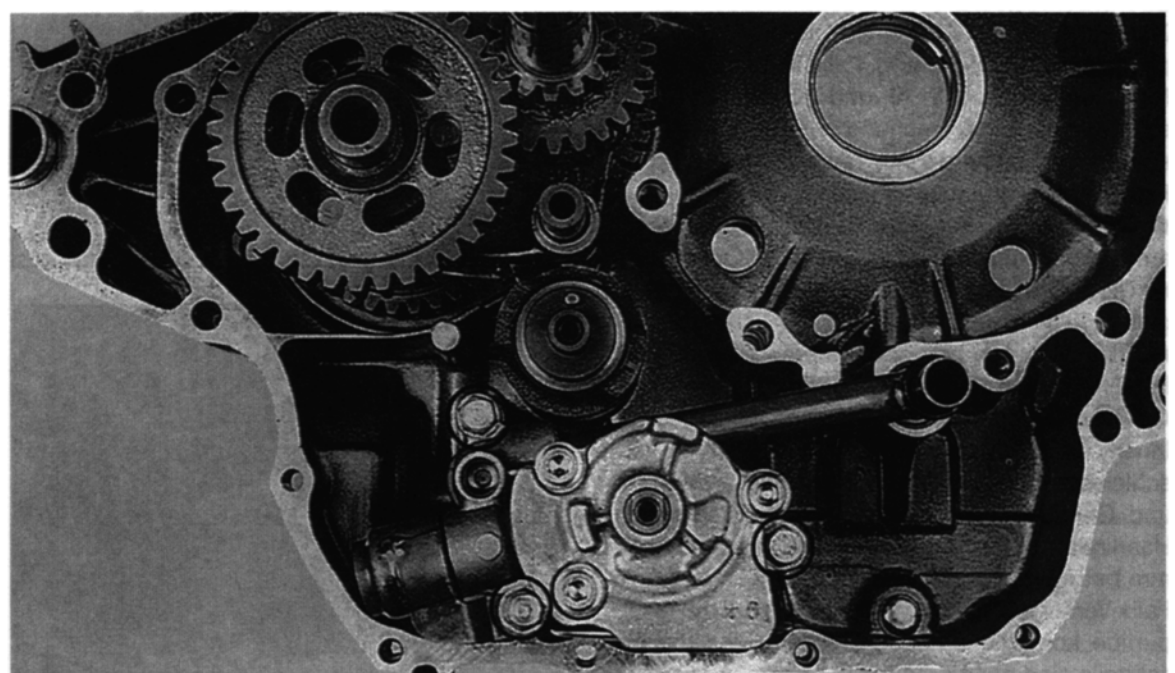

Bild 160
- Zwei Passhülsen mit neuen O-Ringen und kleine Passhülse in Motorgehäuse einsetzen (Bild 159), und Ölpumpe mit Überdruckventildeckel einbauen (3 Schrauben SW 10; Bild 160).